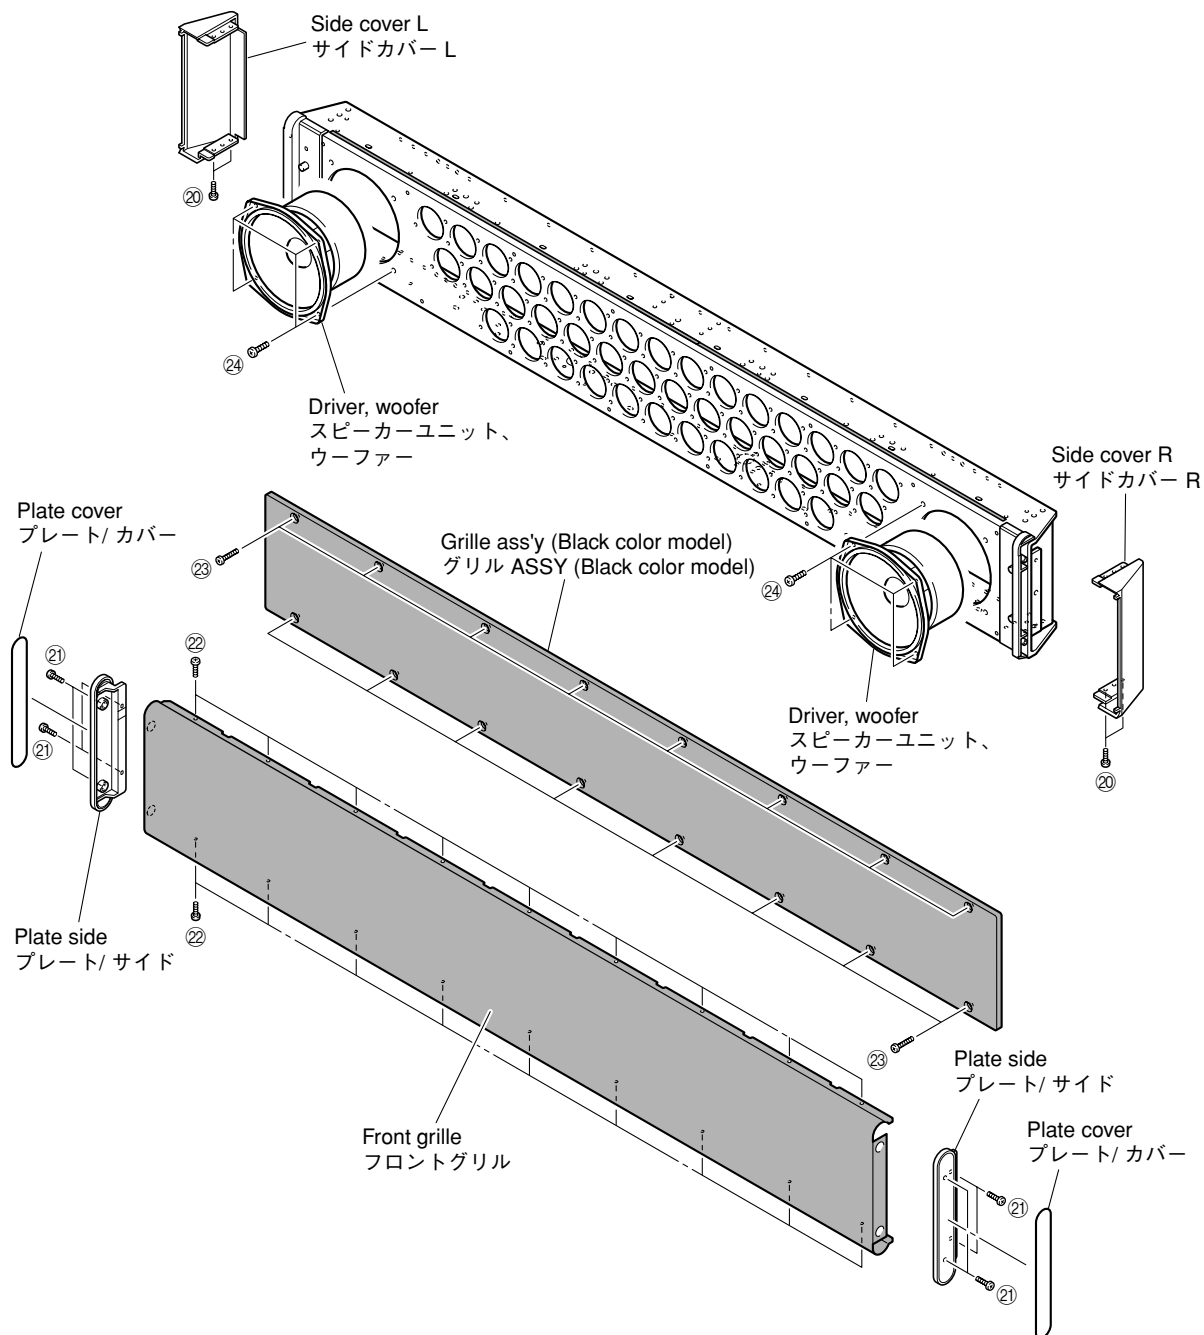

Fig. 11
- Remove 4 screws (20). (Fig. 11)
- Remove 4 screws (21). (Fig. 11)
- Remove 18 screws (22). (Fig. 11)
- Remove 16 screws (23). (Black color model) (Fig. 11)
- Remove 8 screws (24). (Fig. 11)
- 20のネジ4本を外します。(Fig. 11)
- 21のネジ4本を外します。(Fig. 11)
- 22のネジ18本を外します。(Fig. 11)
- 23のネジ16本を外します。(Black Color model) (Fig. 11)
- 24のネジ8本を外します。(Fig. 11)